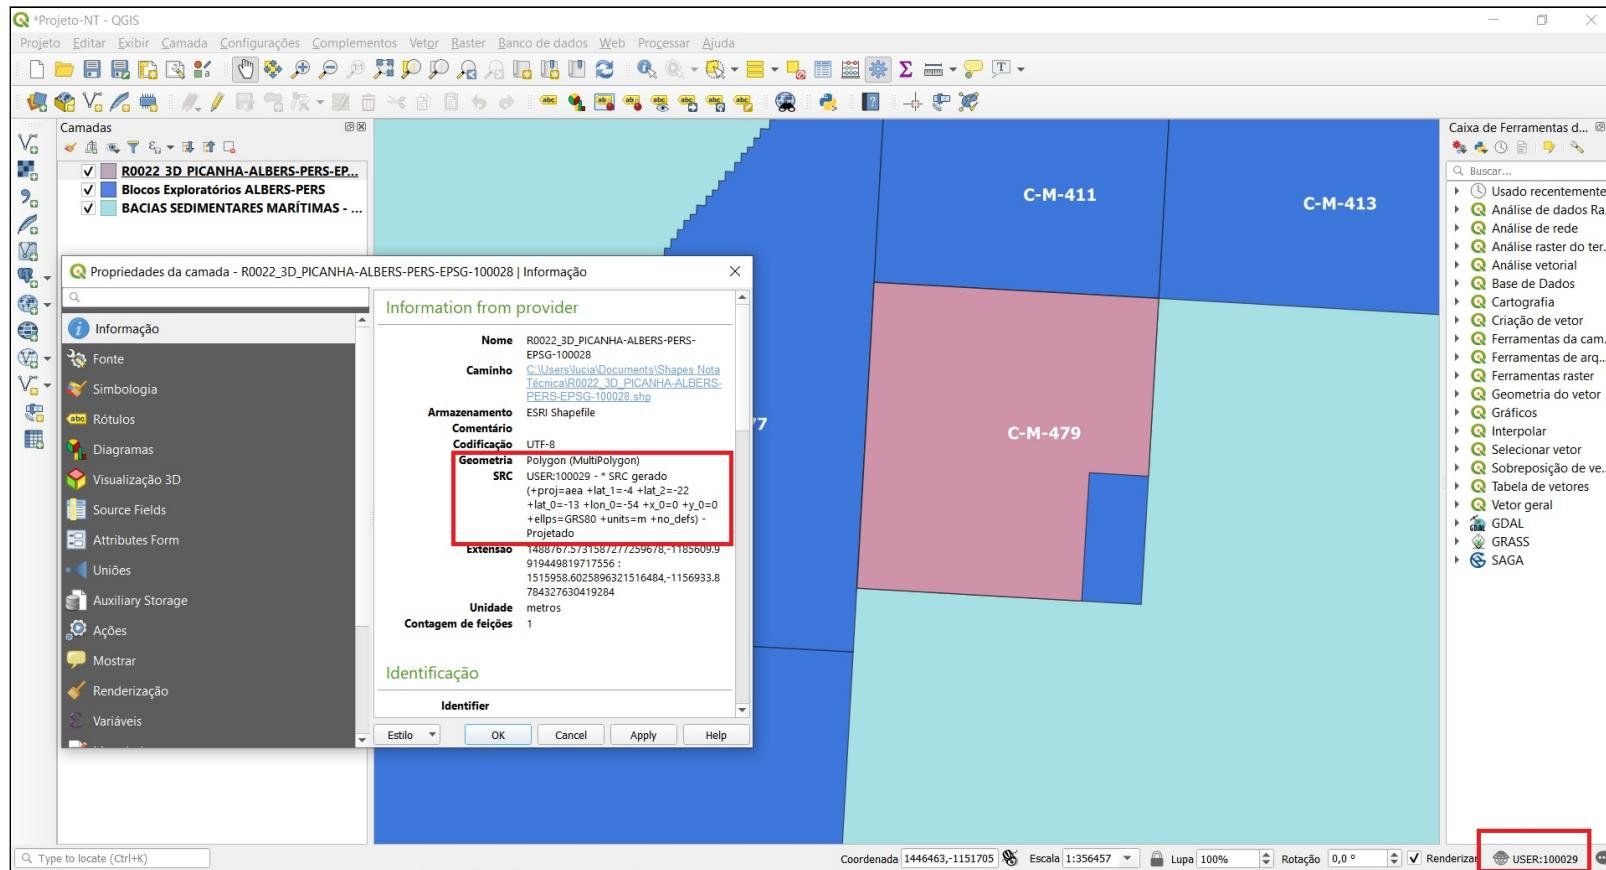

Figura 10 - Projeto na projeção ALBERS - em vermelho a geometria e parâmetros da projeção (User EPSG: 100029) - Fonte: ANP
- II - Este projeto deverá conter a feição multipolygonal (refere-se a feições com mais de um polígono) dos blocos exploratórios e a feição poligonal a ser mensurada, todas projetadas em Albers Personalizada (seguir passos do item 2.2.2 desta nota técnica);
- III - Na figura 10 apresentamos o exemplo a ser utilizado para cálculo de área de feição circunscrita pelo bloco, trata-se do dado R0022\_3D\_PICANHA. Todas as camadas deste projeto estão na projeção ALBERS PERSONALIZADA (USER EPSG: 100029);
IV - Procedimento para o **Cálculo de Área de Feição Circunscrita à Área do Bloco** (Este procedimento somente deve ser realizado quando a feição a ser mensurado estiver completamente inserida dentro da área do bloco - caso da figura 10). Trata-se do caso mais simples para mensuração.
V - Procedimento para o ***Cálculo de Área de Feição que Extrapola a Área do Bloco*** (Este procedimento somente deve ser realizado quando a feição a ser mensurado estiver completamente inserida dentro da área do bloco - caso da figura 10). Trata-se do caso mais simples para mensuração.